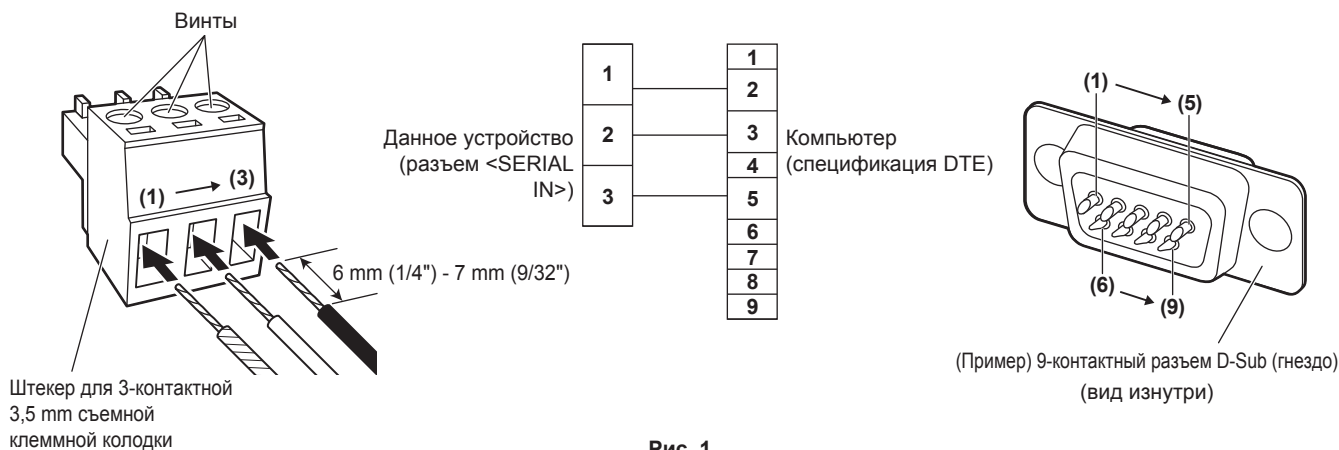

Рис. 1
- 1) Вставьте ведущие провода в прилагаемое устройство Штекер для 3-контактной 3,5 мм съемной клеммной колодки. (Рис. 1)**
- 3) Подключите другую сторону ведущего провода к соответствующему контакту 9-контактного разъема D-Sub (гнездо) (Рис. 1).**